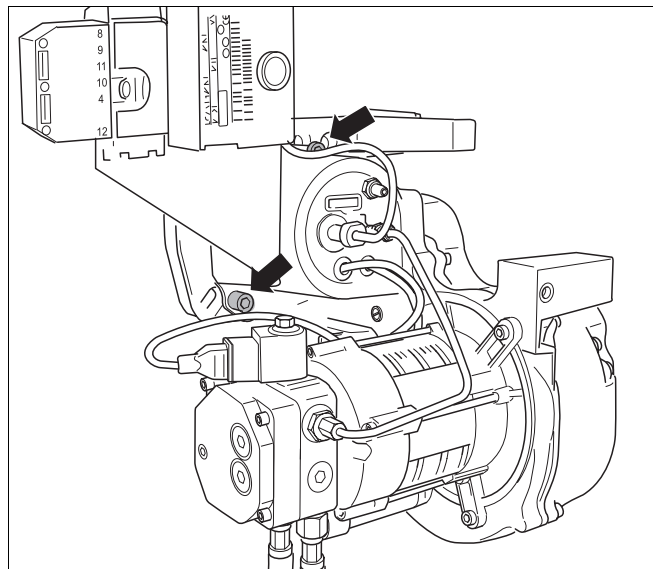

Рис. 24 Ослабить болты штыкового крепления
- Ослабить оба болта штыкового крепления (рис. 24).